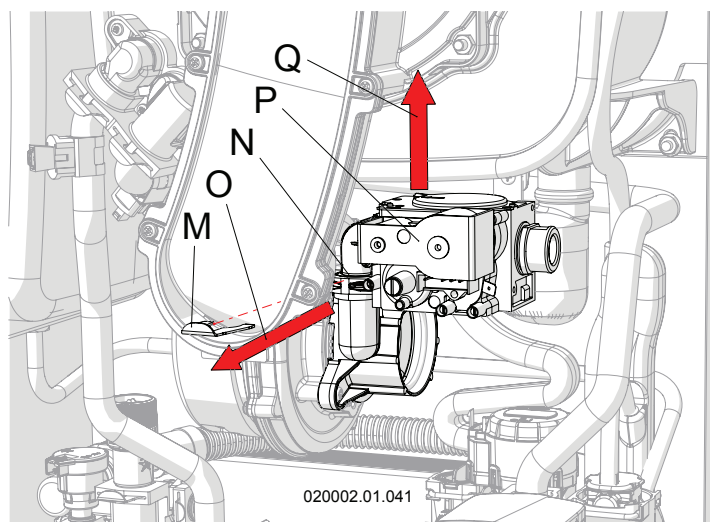

Figure 6-3 - Démontage du bloc gaz
8. - Retirer le ressort de serrage « M » du siège « N » en libérant le bloc « P » (Voir la Figure 6-3) ;
11. - Remonter le bloc gaz (voir la Figure 6-3, élément « P »), en prenant soin de repositionner le ressort « M ».